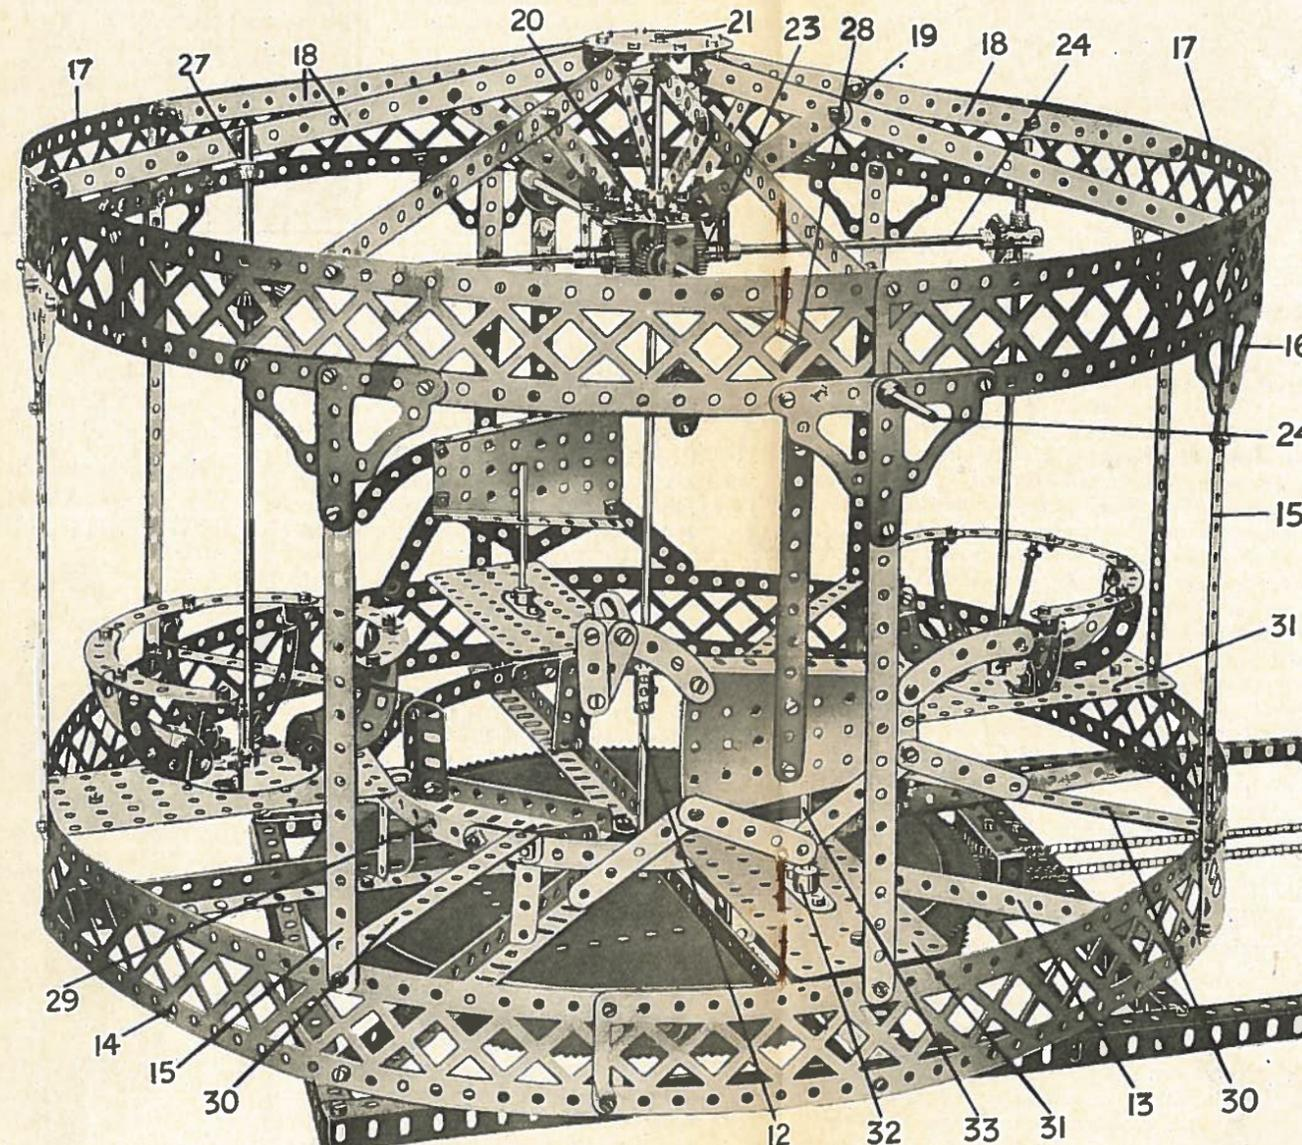

Fig. 1. Vue générale du Manège
du modèle est établie sur une base formée par huit Cornières de 19 trous (13) boulonnées au chemin de roulement avec denture (9) du Roulement à Rouleaux, et ayant ses extrémités extérieures fixées par l'intermédiaire d'Equerres, à un cercle formé par cinq Longrines de 32 cm. et une Longrine de 14 cm. (Fig. 1). Toutes ces Longrines sont boulonnées bout à bout, sauf la Longrine de 14 cm., dont une extrémité chevauche de trois trous la Poutrelle de 32 cm., et ces Longrines sont réunies par des Bandes de 19 trous (15) et
Architraves (16) à un cercle semblable, formé par des Longrines (17) réunies à leur tour par des Bandes de 19 trous (18) et les Bandes de 7 trous (19) sont réunies aux Equerres boulonnées à deux Plateaux Centraux (20) (voir Fig. 1, 6).
Une Plaque de 14 x 6 cm. est boulonnée aux Poutrelles (14) et aux Bandes (29) par l'intermédiaire d'Equerres, et porte une Manivelle avec vis d'arrêt (32) dans la bosse de laquelle est fixée une Tringle de 7 cm. (33) agissant comme guide vertical pour le cheval galopant. La Tringle (33) passe au travers du rebord inférieur de la Plaque Secteur formant le corps du cheval. Ce dispositif est identique pour les deux chevaux, comme on peut le voir sur la Fig. 1.
mité de la Tringle (36) qui agit comme guide vertical pour le cheval galopant. La Tringle (33) passe au travers du rebord inférieur de la Plaque Secteur formant le corps du cheval. Ce dispositif est identique pour les deux chevaux, comme on peut le voir sur la Fig. 1.